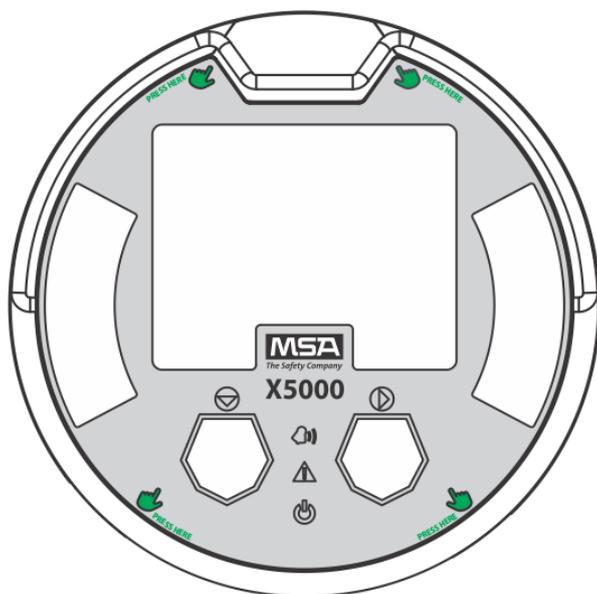

Fig. 14 Las zonas resaltadas indican dónde presionar al montar de nuevo la pila de placas
- (5) Compruebe que el conector del sensor esté insertado firmemente en la placa de bornes.
- (6) Acople la puesta a tierra del sensor a cualquiera de los tornillos de puesta a tierra del interior de la carcasa del ULTIMA X5000.
- (7) Coloque de nuevo las patas de la pila de placas en las cuatro cavidades de la carcasa. Presione firmemente la pila de placas en los puntos indicados (véase la Fig. 14).